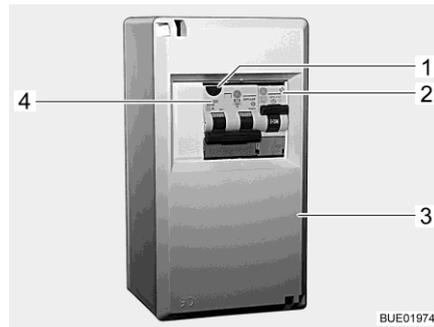
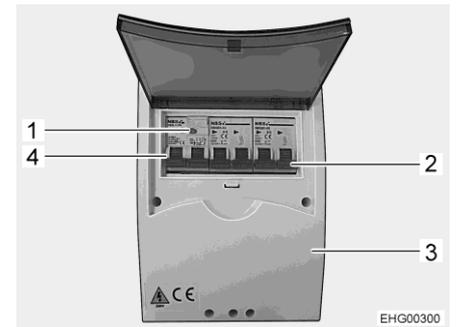

Fig. 136 Scatola dei fusibili a 230 V
Fig. 137 Scatola dei fusibili 230 V (variante)
- Disattivare gli interruttori di sicurezza (Fig. 136,2, Fig. 136,4 o Fig. 137,2, Fig. 137,4) nella scatola dei fusibili (Fig. 136,3 o Fig. 137,3).
- Se il veicolo è collegato all'alimentazione a 230-V, premere il tasto di controllo (Fig. 136,1 o Fig. 137,1) dell'interruttore combinato di sicurezza /per correnti di guasto (Fig. 136,4 o Fig. 137,4) nella scatola dei fusibili (Fig. 136,3 o Fig. 137,3). L'interruttore di sicurezza per correnti di guasto deve scattare.